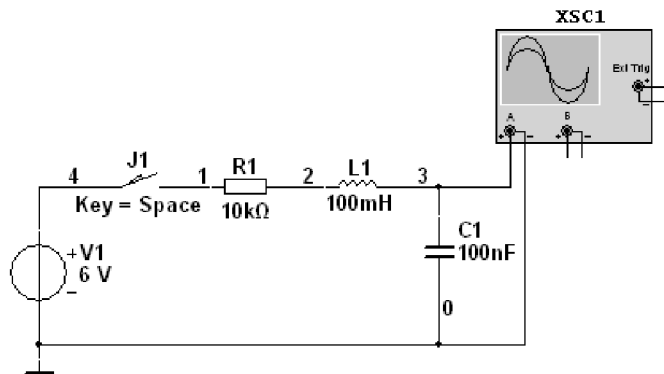

图 6-10 RLC 二阶动态电路过阻尼仿真电路
- (2) RLC 二阶动态电路过阻尼仿真电路如图 6-10 所示。
(2) RLC 二阶动态电路过阻尼仿真电路 (见图 6-10)